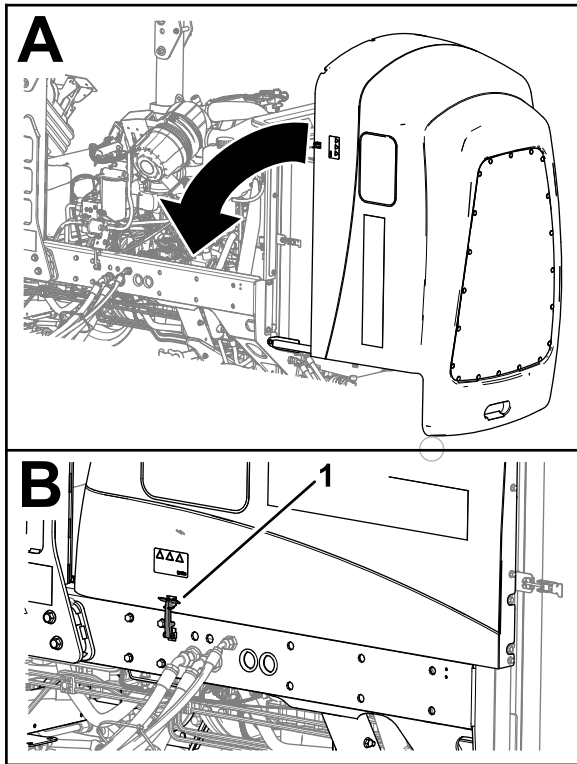

Figura 105
- Rotii cu atenție capota pentru a o închide (**Figura 105**).